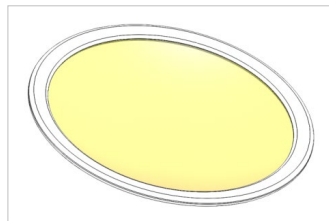

Abb. 5.2.1. Sieb zum Einlegen in die Auffangwanne
2. Schalten Sie das Gerät am Netzschalter aus (0) (Reset).
5. Legen Sie das Sieb in die Auffangwanne (*Abb. 5.2.1 | 5.2.2*).